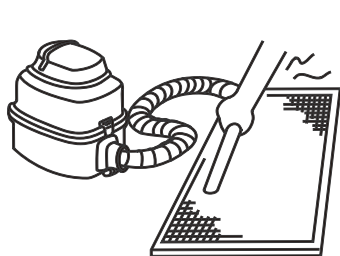

Abbildung 13.2
- Die Lufteinlassseite sollte bei der Verwendung eines Staubsaugers nach oben gerichtet sein. (Siehe Abb. 13.2).